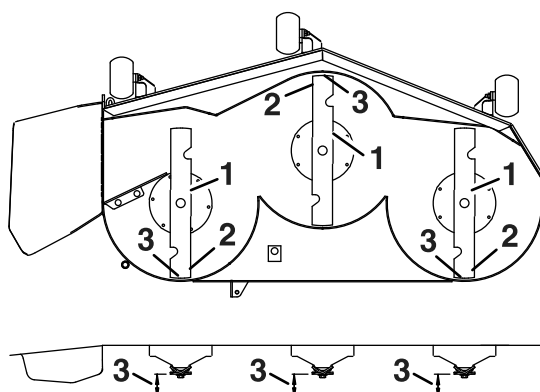

Figure 57
4. Faites pivoter les lames avec précaution pour faire passer les pointes avant à l'arrière (Figure 57).
5. Mesurez la distance entre la pointe de la lame avant et la pointe de la lame arrière par rapport à la surface plane (Figure 57).